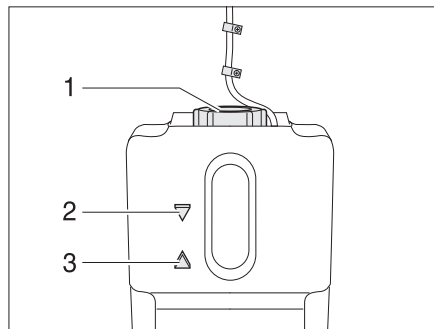

Bild 164 Ausgleichsbehälter Warmwasser-Heizung
- Prüfen, ob am Ausgleichsbehälter (Bild 164) die Flüssigkeit zwischen der Markierung "MIN" (Bild 164,3) und "MAX" (Bild 164,2) steht.
- Am Ausgleichsbehälter den Drehverschluss (Bild 164,1) aufdrehen.